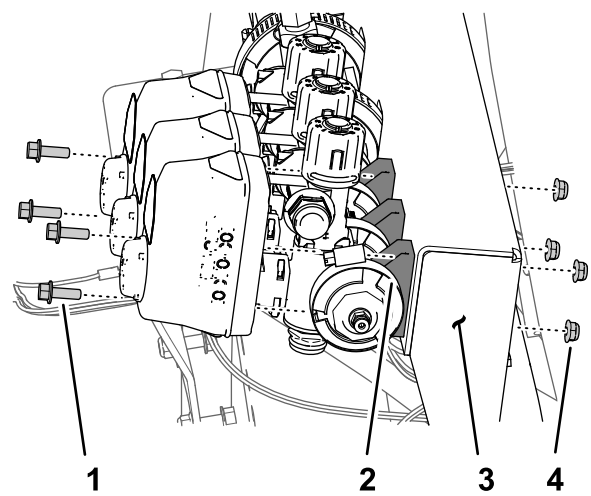

Figura 68
2. Retire los 2 pernos con arandela prensada ($\frac{1}{4}$ x $\frac{3}{4}$) y 2 contratuercas ($\frac{1}{4}$) que sujetan la válvula de sección del brazo derecho al soporte del distribuidor (Figura 68).
3. Retire la brida de fijación (40 mm a 64 mm) y la junta (25 mm x 35 mm) que fijan la brida de la válvula de sección izquierda al adaptador (Figura 68).
1. Retire los 2 pernos con arandela prensada ($\frac{1}{4}$ x $\frac{3}{4}$) y 2 contratuercas ($\frac{1}{4}$) que sujetan la válvula de sección del brazo izquierdo al soporte del distribuidor (Figura 68).